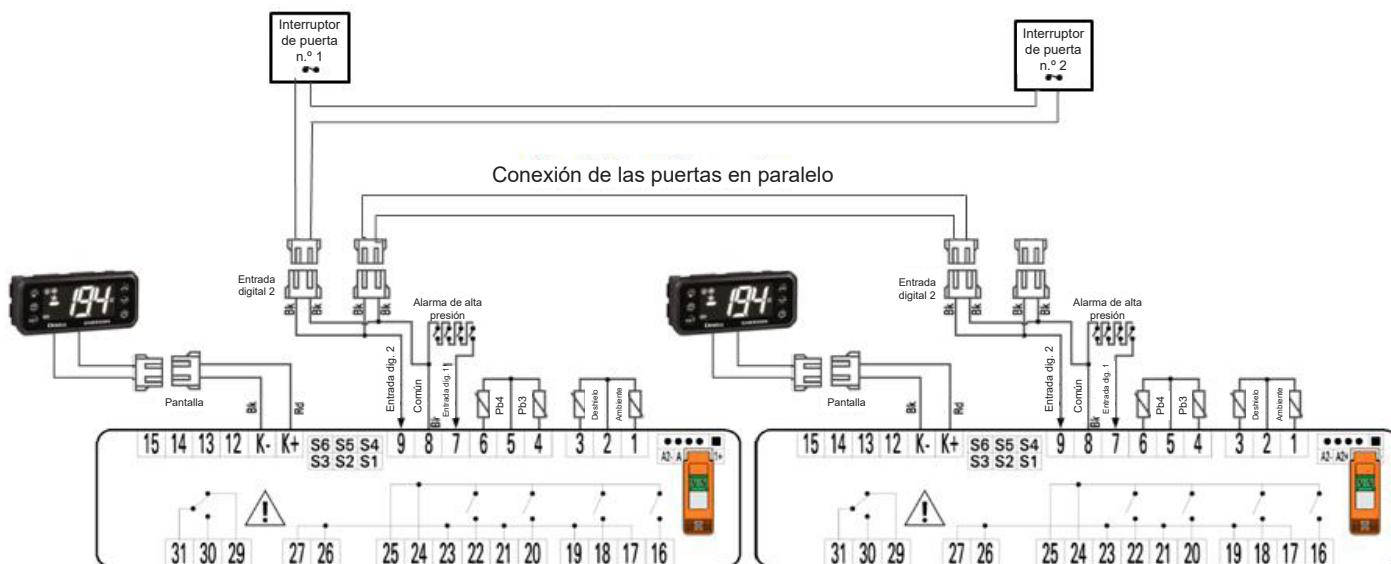

Figura 19 - Conexión en serie del interruptor de las puertas
El interruptor de las puertas se puede conectar a la entrada digital 2. Se dispone de dos receptáculos paralelos JST XMR-02V para mayor conveniencia (ver la Figura 18). Use un contacto seco (I/O) del interruptor de puerta como señal en la primera unidad y luego interconecte las otras unidades por medio del receptáculo en paralelo con un cable adecuado (suministrado con el Monoblock). Si se dispone de dos o más puertas, conecte las puertas en serie. Vea las conexiones de la alarma del interruptor de puerta a continuación (Figura 19). Si no se utiliza ningún interruptor de puerta, la entrada digital (2) debe cambiarse de "dor" a "nu" mediante el parámetro "i2F".